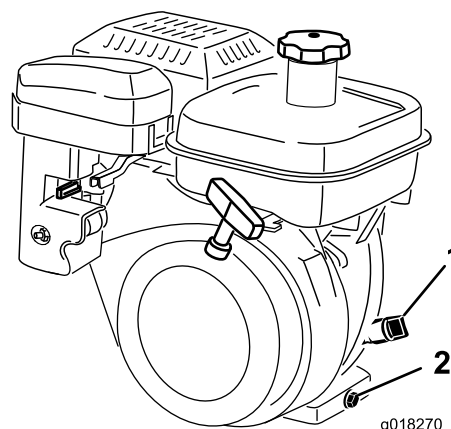

図 34
3. オイルゲージの周囲をきれいに拭く 図 34。
4. オイルゲージを左に回して抜きとる 図 34。
2. 機体下にあるドレンプラグの下に廃油受けを置く 図 34。ドレンプラグをゆるめる。